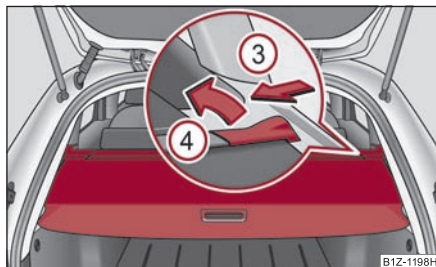

Fig. 100 Portbagajul:
- Pentru transportarea bagajelor voluminoase, masca rulantă a portbagajului se poate demonta, apăsând cursorul dintr-o parte, în direcția săgeții ③ și trăgând masca în sensul indicat de săgeata ④ ⇒ fig. 100.